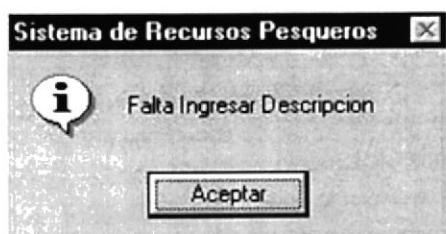

Figura 9.76 Mensaje Ingresar descripción
3. Si se ha realizado un ingreso o una modificación y no escribió la descripción del Tipo de Criadero aparecerá el siguiente mensaje (ver figura 9.76).